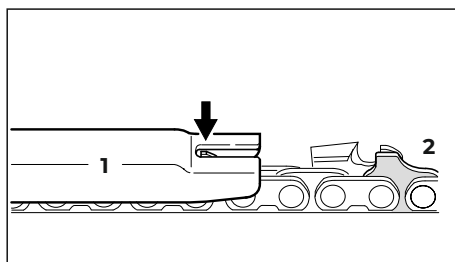

Рис. 79
- На пильную цепь наложить опилочный шаблон (рис. 79, поз 1), соответствующий шагу пильной цепи и прижать на режущем зубе подлежащем проверке – если ограничитель глубины выступает над шаблоном, то ограничитель должен быть дополнительно обработан. Пильные цепи с бугорчатым ведущим звеном (рис. 79, поз 2) – верхняя деталь бугорчатого ведущего звена (рис. 79, поз 2) (с сервисной маркировкой) обрабатывается одновременно с ограничителем глубины режущего зуба.